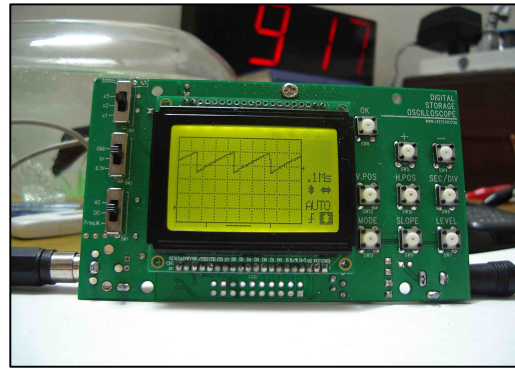

图 6
- 3) 接通电源,示波器屏幕上应看到类似于图 6 的波形。